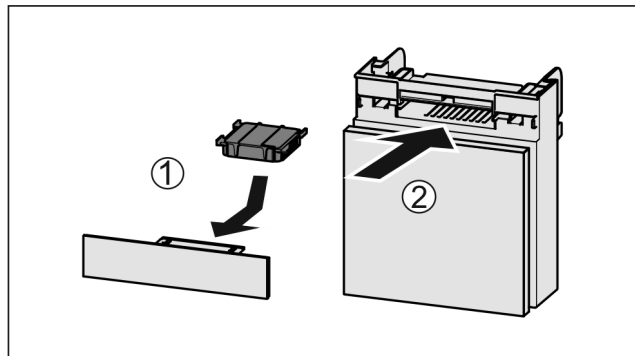

Fig. 144
- Установите фильтр с активированным углем, как показано на рисунке Fig. 144 (1).
- Вставьте отделение Fig. 144 (2).